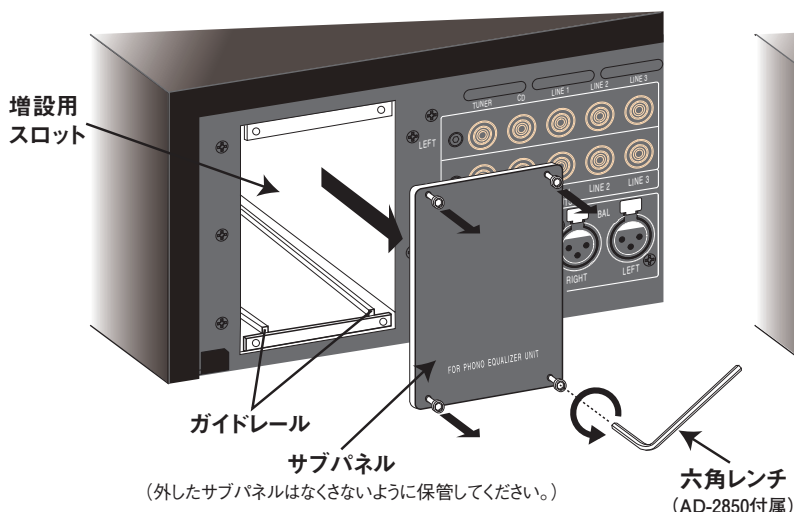

図1
- ① C-2850の電源スイッチをOFFにします。
- ② リアパネル側の増設用スロットのサブパネルをはずします。ネジは、AD-2850付属の六角レンチを使用(反時計回り)してはずします。(図1参照)